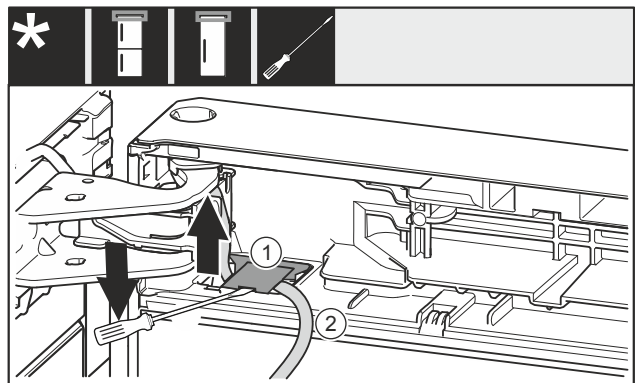

Fig. 26
- ▶ Con un cacciavite a intaglio Fig. 26 (1), sollevare la copertura e rimuoverla.
- ▶ Sfilare il cavo Fig. 26 (2).